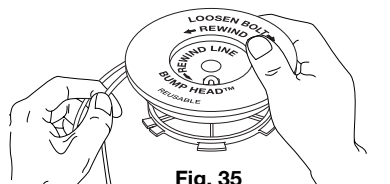

Fig. 35
7. Bobine las líneas en capas parejas y ajustadas sobre el carrete (Fig. 35). Bobine la línea en la dirección indicada en el carrete interior. Coloque su dedo índice entre las dos líneas para evitar que se superpongan. No superponga los extremos de la línea. Proceda al paso 11.